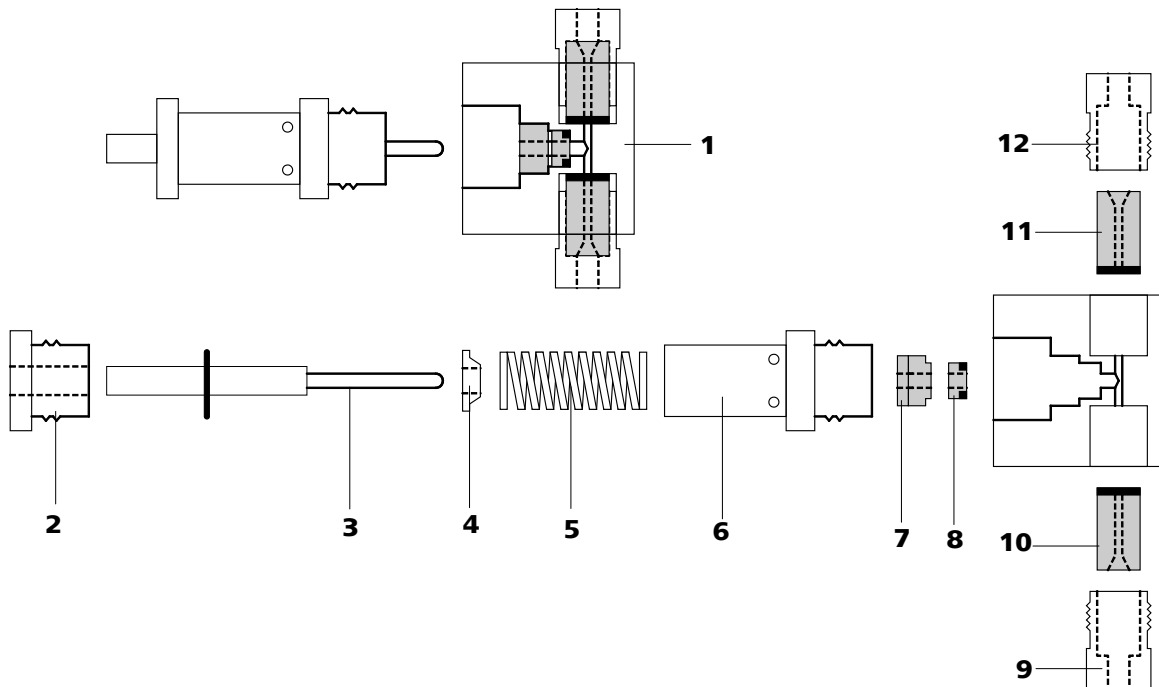

Figura 40 Componentes da cabeça padrão da bomba
- Desmontar a cabeça da bomba (21-4) em todos os seus componentes (ver figura 40, página 83).
Para a escolha correta, é preciso considerar que o líquido deve circular de baixo para cima pela cabeça da bomba. A direção de fluxo das válvulas pode ser verificada ao se assoprar ar pela válvula limpa. As duas válvulas são montadas com a face preta direcionada para a cabeça da bomba (ver figura 40, página 83).
- Remontar (21-4) os componentes da cabeça da bomba (ver figura 40, página 83).